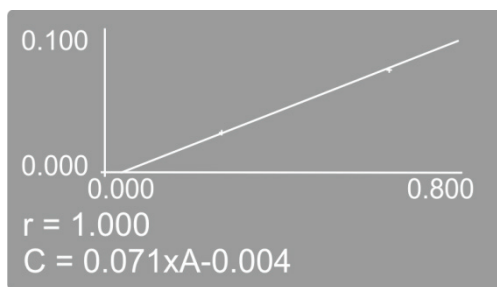

Рисунок 15 - Построение градуировки.
- После набора концентраций и измерения выбранного числа образцов на экране будет построен градуировочный график (Рисунок 15), приведены коэффициент корреляции r и градуировочное уравнение, которое сохраняется в памяти прибора и будет доступно в режиме «Загрузить градуировку» (пункт 8.10.2).
3. На экране будет построен градуировочный график (Рисунок 15), приведены коэффициент корреляции r и градуировочное уравнение.